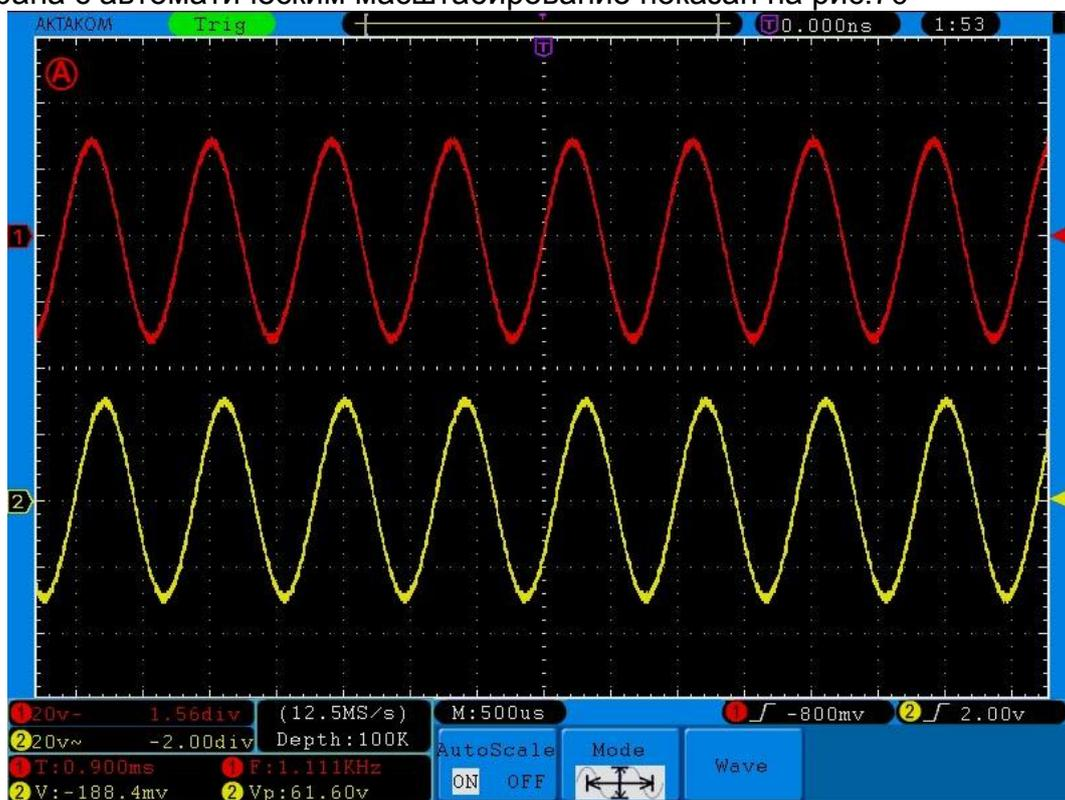

Рис. 70. Режим автоматического масштабирования
5. Вид экрана с автоматическим масштабированием показан на рис.70